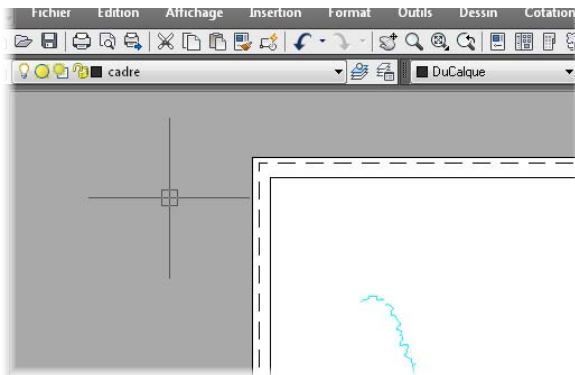

Figure 6.23
23. Nous allons créer maintenant un cadre noir gras. Cet ajout n'est évidemment pas indispensable, mais il met en valeur et cadre la façade. Sélectionnons au préalable le calque Cadre (voir Figure 6.23).